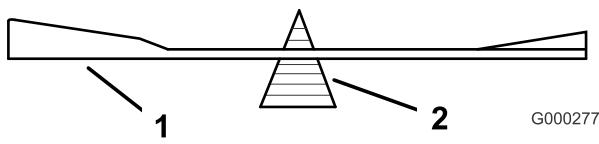

Figure 89
2. Vérifiez l'équilibre de la lame en la plaçant sur un équilibrage (Figure 89).